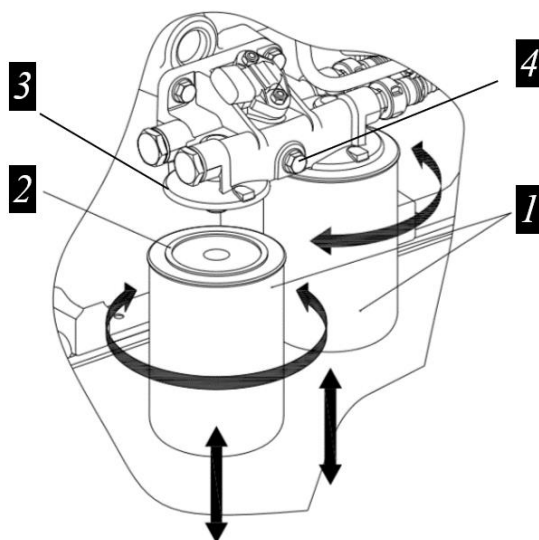

Рисунок 3.52. Фильтры тонкой очистки топлива ЯМЗ-536
- ▶ Отвернуть сменные фильтры для топлива 1 рис. 3.52. В случае затруднённого отворачивания использовать съёмник.